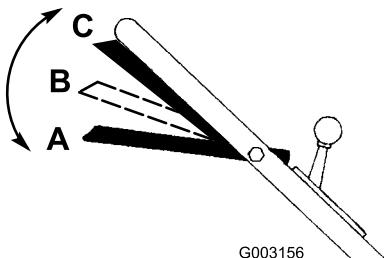

Figura 13
- La barra de control de la cuchilla debe estar en la posición A (Figura 13).
- Deslice la barra de control de la cuchilla a la derecha y élévela a la posición B para engranar la cuchilla (Figura 13).
- Apriete la barra de control contra el manillar hasta que llegue a la posición C para avanzar (Figura 13).